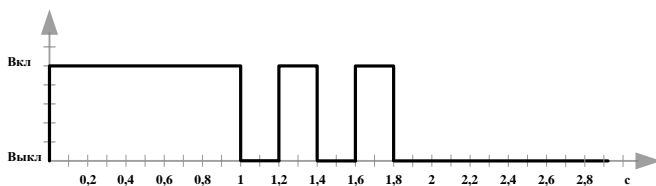

Рис. 3. Индикация ввода сервисного кода охраны
- ✓ для сервисного кода охраны – светодиод мигнёт 3 раза (рис. 3).